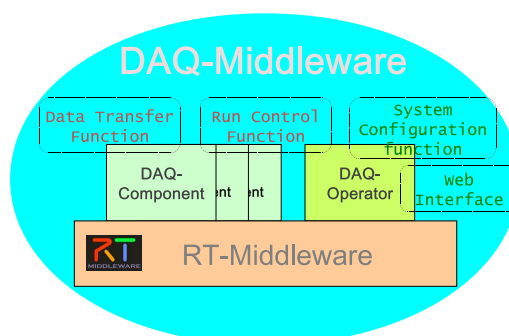

図 1: DAQ ミドルウェアと RT ミドルウェアの関係
図1に RT ミドルウェアと DAQ ミドルウェアの関係を示した概念図を示します。DAQ コンポーネントは前述の RT コンポーネントを拡張して設計されています。すなわち、(1) データ収集に必要なコマンドによる状態遷移の実装、(2) RT コンポーネントのサービスポートを利用したコマンド/ステータス送受信機能の実装です。また RT コンポーネントから受け継いだデータ入出力ポートにより DAQ コンポーネント間でデータ転送を行います。DAQ オペレータは、DAQ コンポーネントを制御するためのコントローラです。ユーザから「スタート」や「ストップ」というコマンドを受け、それを DAQ コンポーネントへ送信します。また、XML 文書による DAQ システムのコンフィグレーション機能、XML/HTTP プロトコルを使用したシステム・インターフェイス機能を持っています。